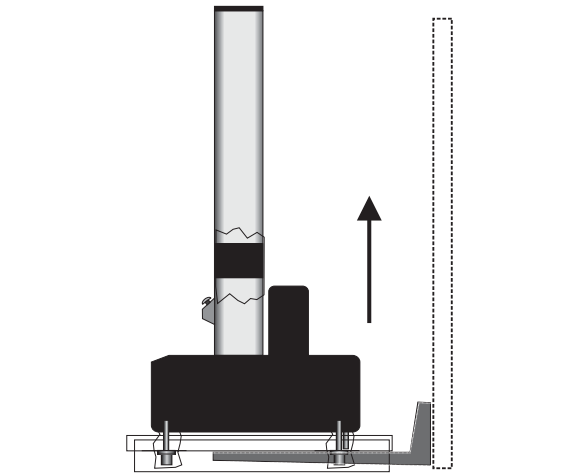

図 12. 輸送用スキッドを使用したフレームの持ち上げ
2. 65 ページの図 12 に示すように、注意して輸送用スキッドの下にフォークを差し込みます。